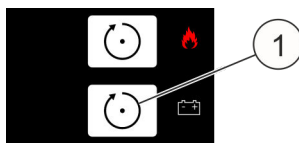

Fig. 60: Tasto [Reset EV]
**Affinché i valori determinati abbiano effetto devono essere acquisiti (tasto [Reset EV]  Fig. 60/1).**